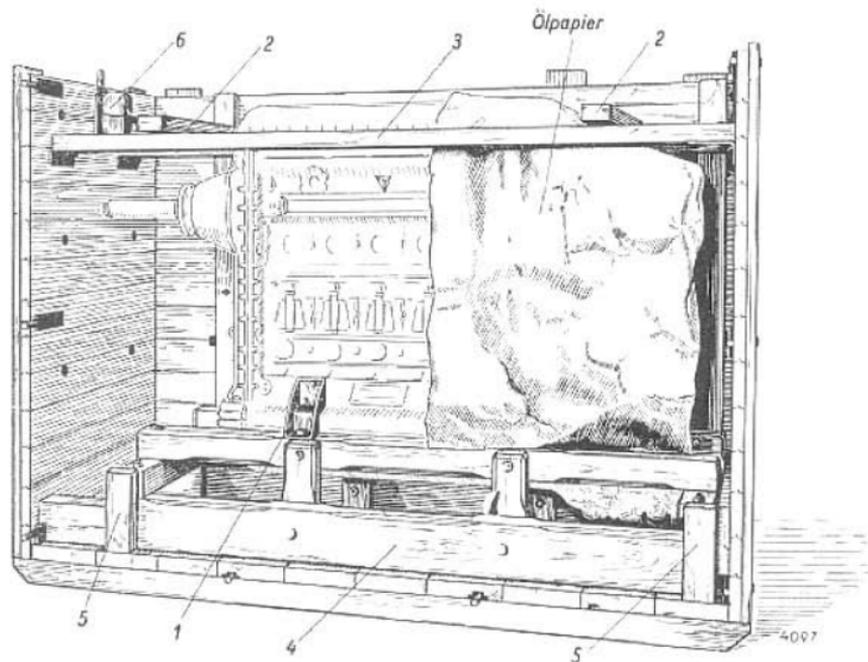

Abb. 48 Versandkiste mit Motor
## **b) Einsetzen des Motors in die Versandkiste (Abb. 48)**
Paket mit Anschlußteilen (6) (s. Abb. 48) herausnehmen.